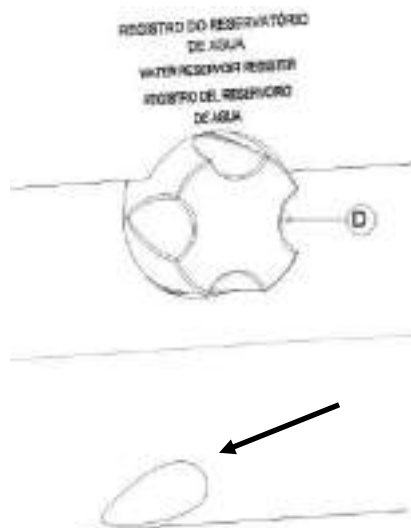

Figura 139 – Dreno
- Para drenar a água do reservatório da incubadora com corpo em plástico de engenharia, abra o dreno (D) que está localizado na parte traseira da caixa externa, e logo abaixo está a saída de água, que deve ser recolhida em um recipiente. O dreno está indicado na figura 139.